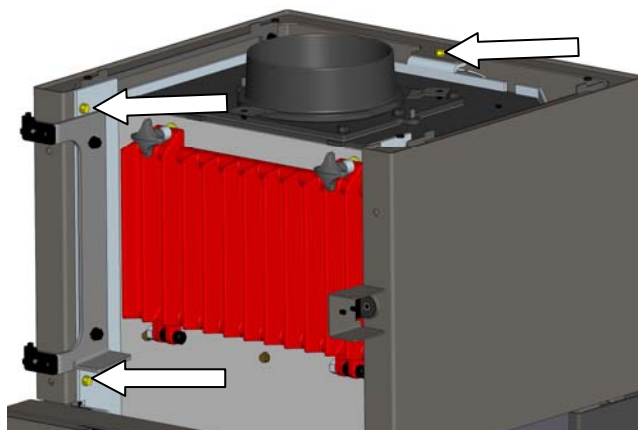
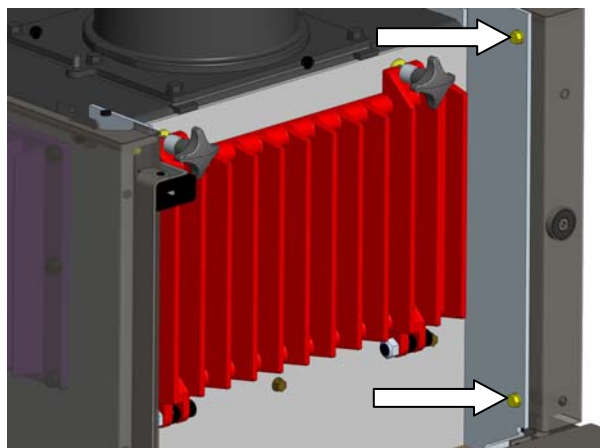

Fig. 26 : vissage de l'habillage supérieur
Fig. 27 : vissage de l'habillage supérieur
4. Démontez l'habillage supérieur. À cet effet, desserrer les 5 vis (Fig. 26 et Fig. 27).